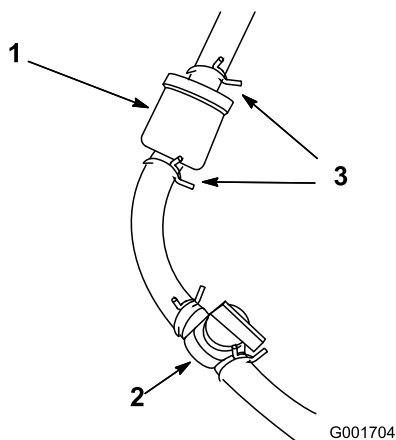

Figure 48
1. Fermez le robinet d'arrivée de carburant (Figure 48).
2. Placez un bac de vidange sous le filtre, desserrez le collier sur le côté carburateur du filtre, et débranchez la conduite de carburant du filtre (Figure 48).